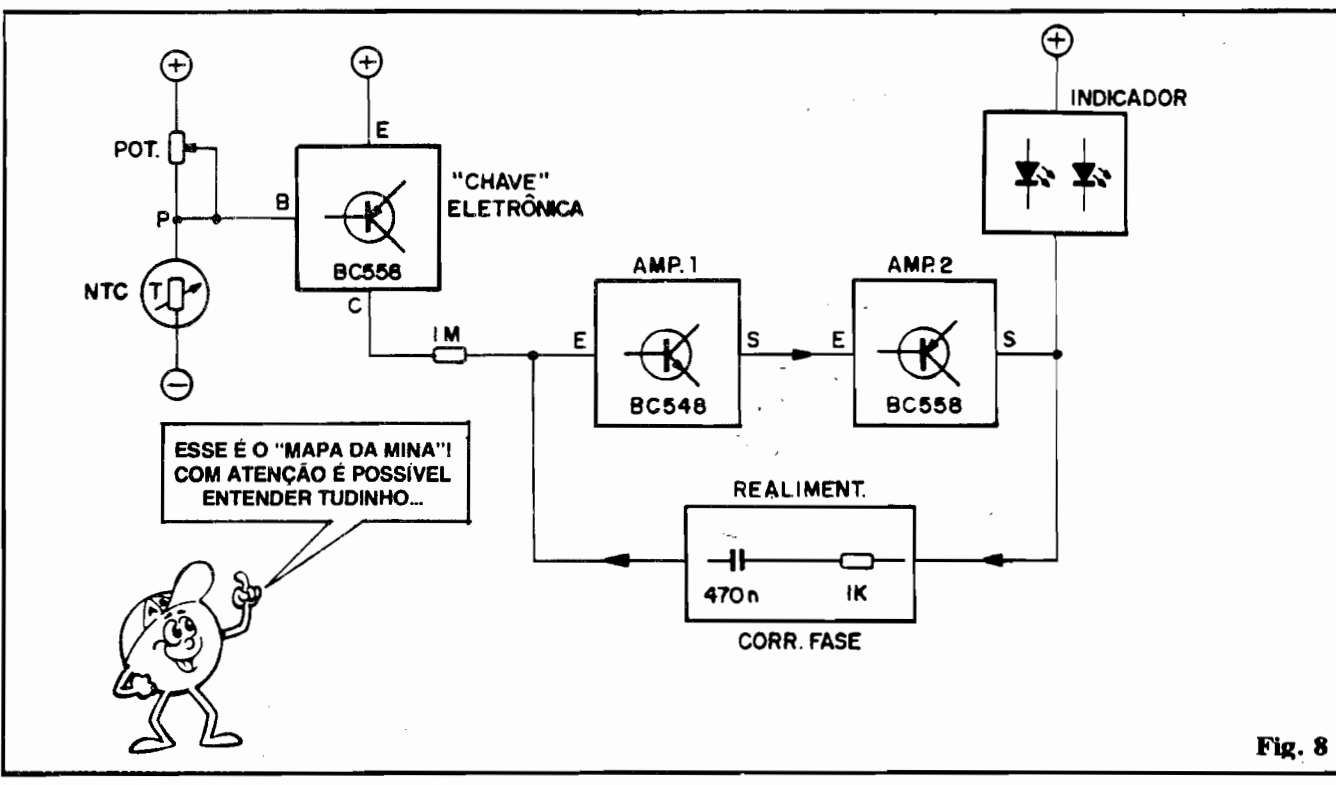

Fig. 8
- **FIG. 8** - O diagrama de blocos é a forma final que adotamos nas "Lições" práticas do ABC, para a explicação do funcionamento dos circuitos, conforme os "Alunos" já estão acostumados... A fig. 8 traz o circuito do TERMO-MONITOR devidamente "bloqueado", ou seja: sintetizado nos seus módulos principais de funcionamento, de modo a simplificar a interpretação... Vamos ver: logo no "começo" da "coisa", temos um nítido **DIVISOR DE TENSÃO**, estruturado com o "Resistor Dependente" (no caso, o **TERMÍSTOR NTC**) e um resistor ajustável (veja a fig. 17 da "Lição" teórica da presente "Aula"...), que nos permite obter, no ponto "P", uma "voltagem" proporcional à Temperatura "sentida" pelo NTC (em função da sua variação de Resistência...). Sempre que a tensão, no ponto P, atingir o "degrau" de acionamento do primeiro transistor, o BC558, este - funcionando como verdadeira "chave eletrônica", "ligará ou não" (em dúvida, consultem as "Lições" Teóricas sobre os fundamentos do Transistor, em ABC nº 6...). Quando o transistor/"chave" **liga**, ele coloca o resistor de polarização (1M) em contato direto com o positivo da alimentação, permitindo então que o **amplificador 1** (BC548) comece o seu trabalho, fornecendo suficiente excitação para o **amplificador 2** (BC558). Notem, agora, que entre a Saída "S" do segundo amplificador, e a Entrada E do primeiro, existe uma rede de **realimentação e correção de fase** (ver "Aula" nº 8, sobre o **TRANSÍSTOR COMO OSCI-**